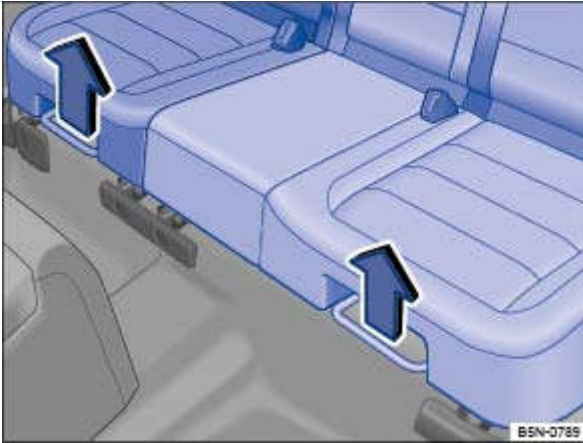

Fig. 50 Réglage de la banquette arrière
- Relevez le levier droit ou gauche dans le sens de la flèche → Fig. 50 et déplacez la partie correspondante de la banquette arrière vers l'avant ou vers l'arrière dans le sens de la longueur.